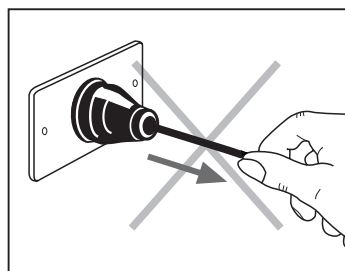

Fig. 2
- Non tirare il cavo di alimentazione o l'apparecchio stesso per togliere la spina dalla presa di corrente (**Fig. 2**)